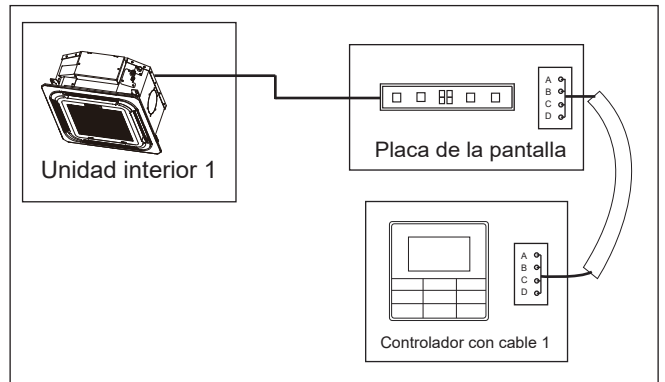

Figura 6.9
- Utilice 1 controlador con cable para controlar 1 unidad interior (véase figura 6.9).